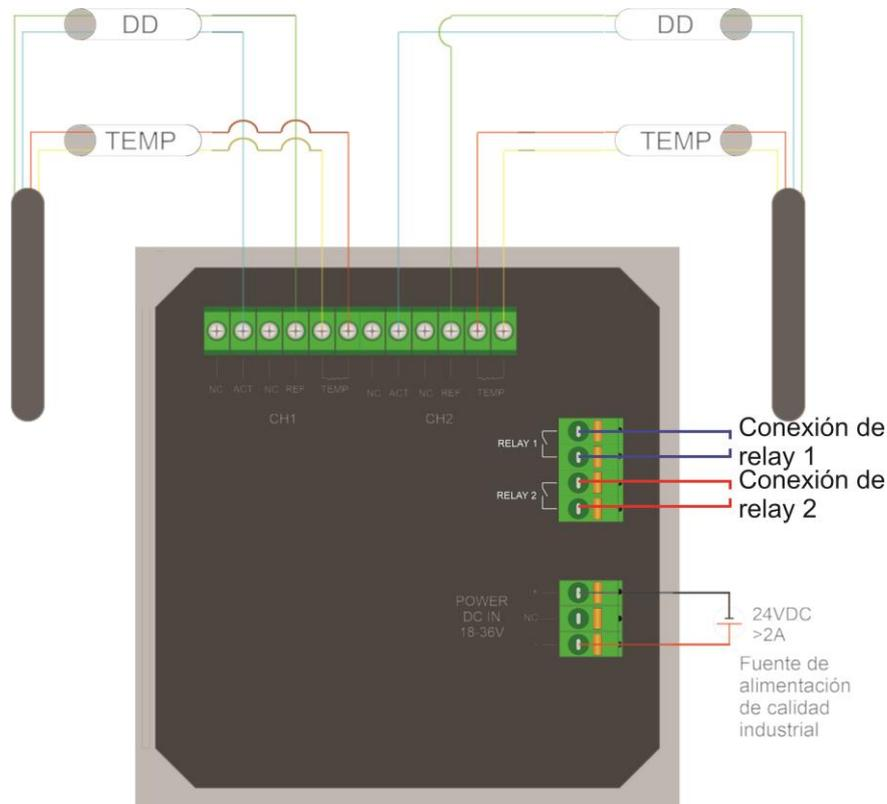

Figura 10.1 Cableado del computador para salida de relé
Para ingresar a la configuración de las salidas relay, primero se mantiene presionado el botón  por 3 segundos, luego se presiona 2 veces el botón  y luego una vez el botón  para ingresar en el submenú "Alarm Set". A continuación, se selecciona cuál de las salidas relay se desea modificar (en la figura 10.1, RELAY 1 o RELAY 2) hay que recordar que las salidas RELAY 1 y RELAY 2 no tienen relación directa con los canales 1 y 2, sino que esto se debe configurar.
Para este ejemplo, en el submenú "Alarm Set" se seleccionó "RELAY I" que corresponde a la salida RELAY 1 de la figura 10.1.
1. CH1 Main: Si se selecciona esta opción, la salida relay estará asociada al parámetro principal que tenga el sensor que se encuentre conectado en el canal 1 como indica la figura 10.1. Es decir, que, si en el canal 1 hay un sensor de pH, la salida relay "RELAY 1" será en relación al pH medido en el canal 1.
2. CH2 Main: Si se selecciona esta opción, la salida relay estará asociada al parámetro principal que tenga el sensor que se encuentre conectado en el canal 2 como indica la figura 10.1. Es decir, que, si en el canal 2 hay un sensor de pH, la salida relay "RELAY 2" será en relación al pH medido en el canal 2.
3. CH1 Temp: Si se selecciona esta opción, la salida relay "RELAY 1" estará asociada al parámetro secundario que tenga el sensor que se encuentre conectado en el canal 1 como indica la figura 10.1. Es decir, que, si en el canal 1 hay un sensor de pH que tiene incluido un sensor de temperatura, la salida relay "RELAY 1" será en relación a la temperatura del sensor del canal 1.
4. CH2 Temp: Si se selecciona esta opción, la salida relay "RELAY 1" estará asociada al parámetro secundario que tenga el sensor que se encuentre conectado en el canal 2 como indica la figura 10.1. Es decir, que, si en el canal 2 hay un sensor de pH que tiene incluido un sensor de temperatura, la salida relay "RELAY 1" será en relación a la temperatura del sensor del canal 2.
Para esto, supondremos que el sensor de pH se encuentra conectado a la entrada "Channel 1" de la figura 10.1 y que se va a usar la salida "RELAY 1" de la figura 10.1 la cual se conectara a una electroválvula en la salida de un compresor y, cuando el relay se cierre, dejara pasar el aire para limpiar el electrodo.